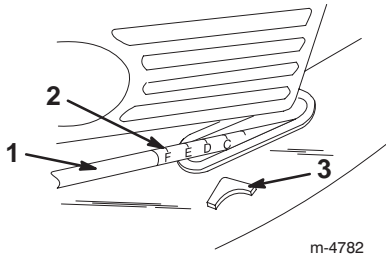

Bild 17
5. Heben Sie den Griff an oder drücken ihn nach unten. Verwenden Sie dabei den Zeiger und die Schnitthöheneinstellung am Verbindungsgestänge, um den Rasenmäher auf die korrekte Schnitthöhe einzustellen (Bild 17).